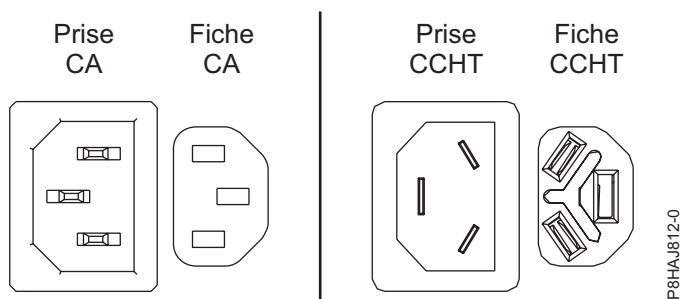
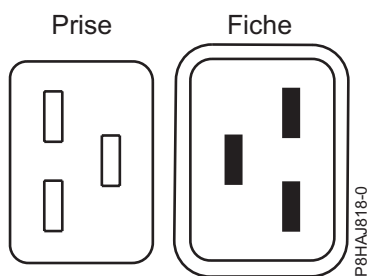
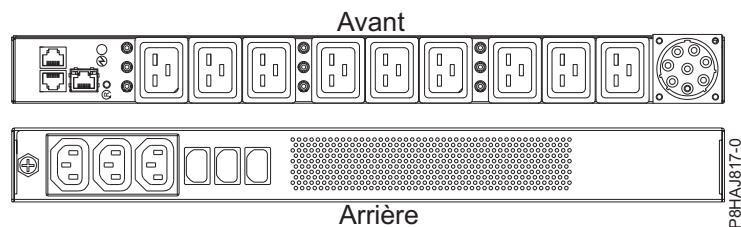

Figure 25. Connecteurs CA et CCHT
Figure 26. Connecteurs pour le système 8408-44E
Figure 27. Unité d'alimentation pour le système 8408-44E
La figure 25 représente les connecteurs pour courant alternatif (CA) et courant continu haute tension (CCHT) pris en charge. Les figure 26 et figure 27 illustrent les connecteurs et l'unité d'alimentation (PDU) pris en charge pour le système 8408-44E.